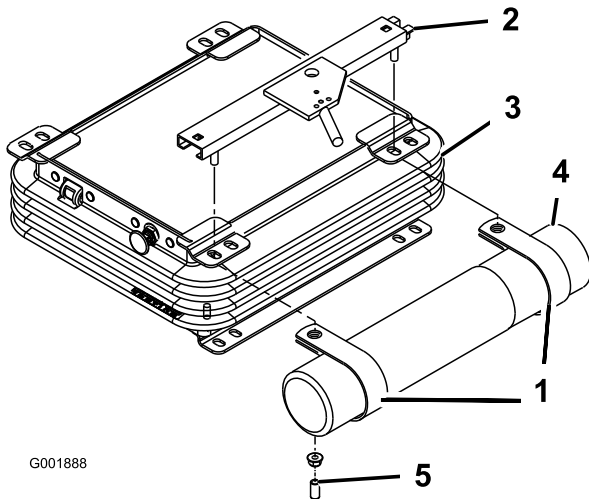

Figure 7
2. Retirez les 2 écrous et capuchons en vinyle (le cas échéant) qui fixent le support de siège supérieur au côté gauche de la suspension du siège (Figure 7).
3. Montez les colliers en R sur les goujons du support de siège au moyen des 2 écrous retirés précédemment, mais sans les serrer (Figure 7). Les colliers en R doivent être placés sous les languettes de la suspension.
4. Placez le tube de manuel dans les colliers en R et serrez les écrous (Figure 7).